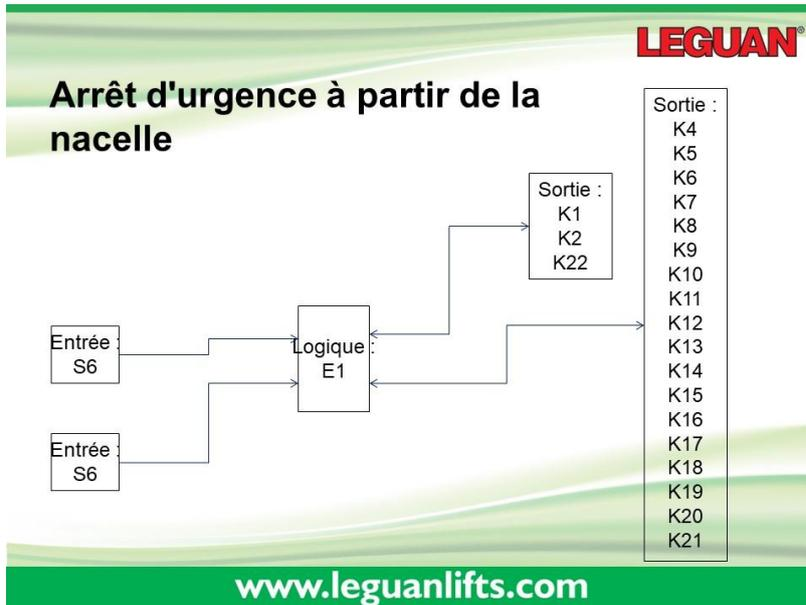

Figure 32 Arrêt d'urgence à partir de la nacelle
Relever la nacelle du sol à l'aide des stabilisateurs. Les chenilles doivent être élevées au-dessus du sol d'au moins 5 cm. Le serrage est correct si l'écart entre la chenille et le cadre de chenille est le même d'une extrémité à l'autre (marquée de **lignes rouges** sur la figure 32). Le bon écart est de 20 à 25 mm.
La chenille est serrée à l'aide d'un ressort préchargé. Pour serrer la chenille, desserrer les écrous marqués (A) et (B) sur la figure 32. Puis, serrer les écrous D et E et maintenir les boulons C (ou vice versa). Cette opération permet de tirer les boulons (figure 32, (C)) et la plaque de réglage vers le milieu de la chenille et de serrer la charge sur le ressort. Serrer les écrous juste assez pour permettre à la chenille de se redresser par rapport au cadre de chenille. Serrer les deux écrous de manière uniforme. Après le réglage, serrer les écrous A et B.